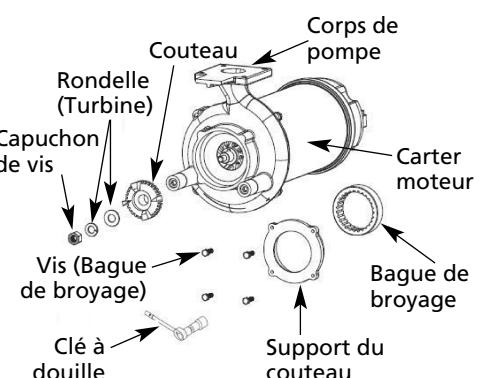

Figure 8
- Retirez le support du couteau (figure 8) et la bague de broyage. Retirez la vis, la rondelle et rondelle frein, puis le couteau. Nettoyez et examinez le couteau, la bague de broyage et le support du couteau pour déceler les piqûres ou de l'usure et remplacer si nécessaire. Pour maintenir un fonctionnement efficace de la pompe broyeuse, le couteau et la bague de broyage doivent avoir des bords tranchants. Aucune des pièces ne peut être aiguisée pour renouveler sa capacité de coupe. Le couteau doit être remplacé et la bague de broyage doit être soit retournée, soit remplacée. Inspectez le support du couteau et remplacez-le s'il est coupé ou endommagé.